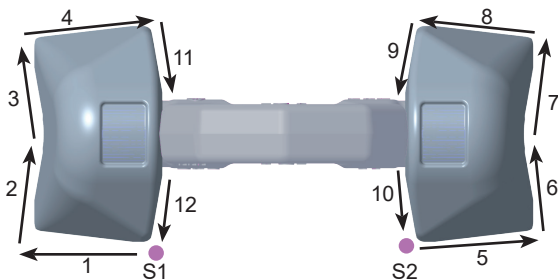

Fig. 1 : Ordre de soudure racine
- 5 Commencez au point de départ S1 et soudez ensuite les sections 1 - 4 (Fig. 1).